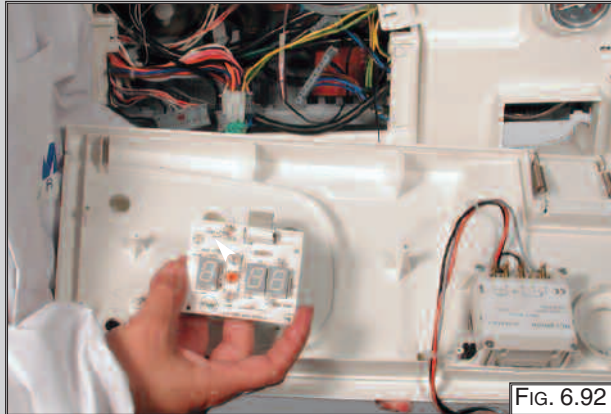

FIG. 6.92
11. Remove the display P.C.B. (FIG. 6.92);